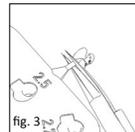

fig. 3
■ **fig. 3** Separatorul selectat pentru măsurare va fi tăiat cu ajutorul unei microfoarfeci (fig. 3) și transportat în urechea medie cu ajutorul unui aspirator sau a unui alt instrument microchirurgical.